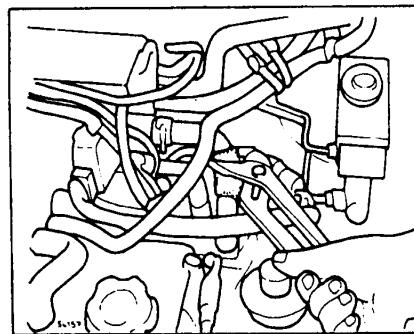

Рис. 11 Проверка клапана подачи дополнительного воздуха
- Снимите воздушный шланг между клапаном и впускным коллектором: обороты двигателя должны увеличиться, рис. 11.